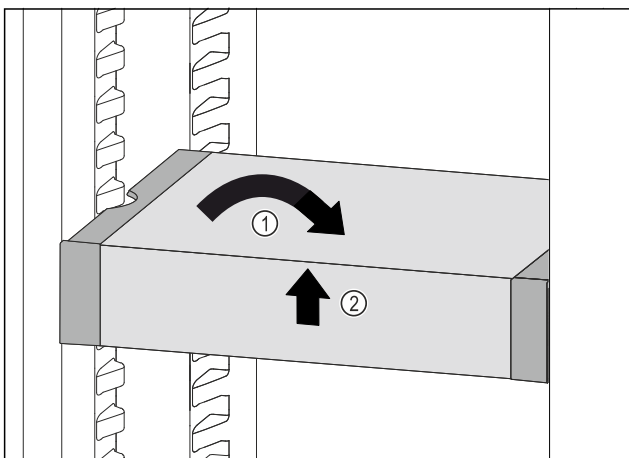

Fig. 137
- Remettre le VarioSafe droit. Fig. 137 (1)
- Soulever la partie avant du VarioSafe. Fig. 137 (2)